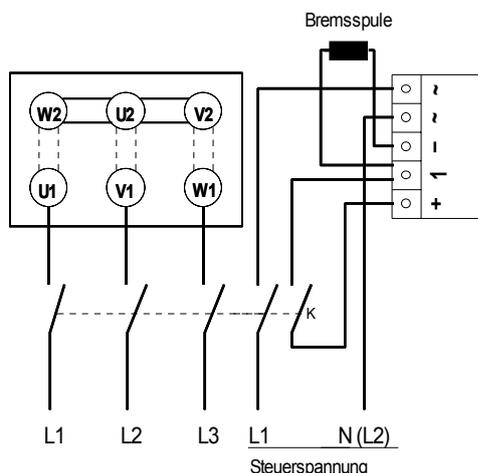

Рисунок 30
- Переключение со стороны постоянного и переменного тока (Рис.30) с коротким временем выключения